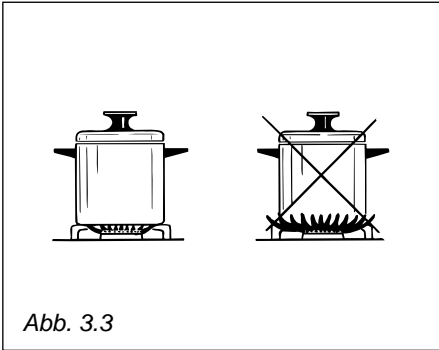

Abb. 3.3
**WAHL DER BRENNER** (Abb. 3.3).